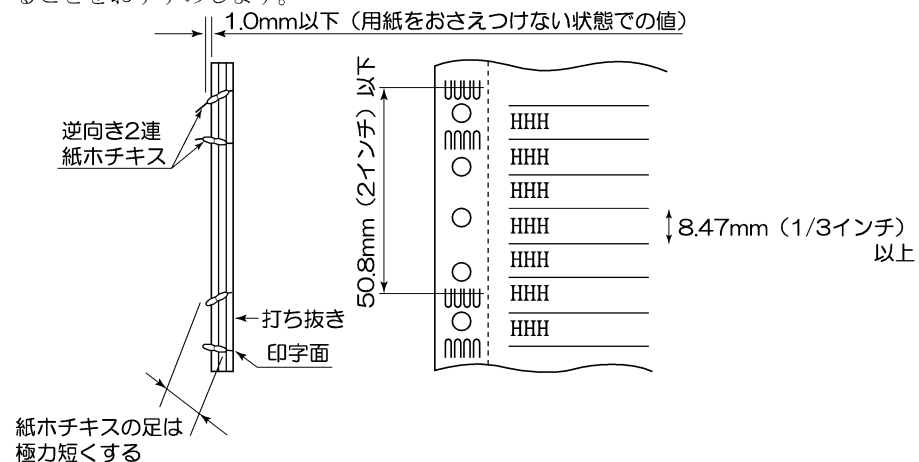
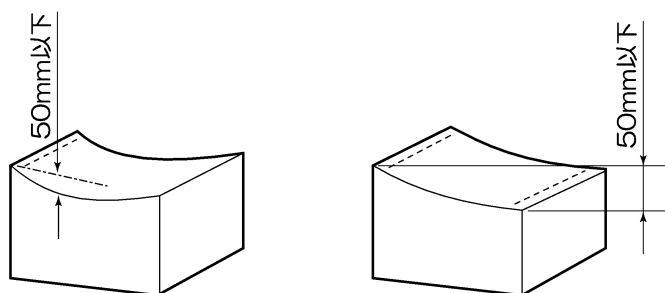

図6.10 紙ホチキスの例
図6.11 紙ホチキスの例
- ・ 上記注意点を含んだ紙ホチキスの例を図6.10と図6.11に示します。